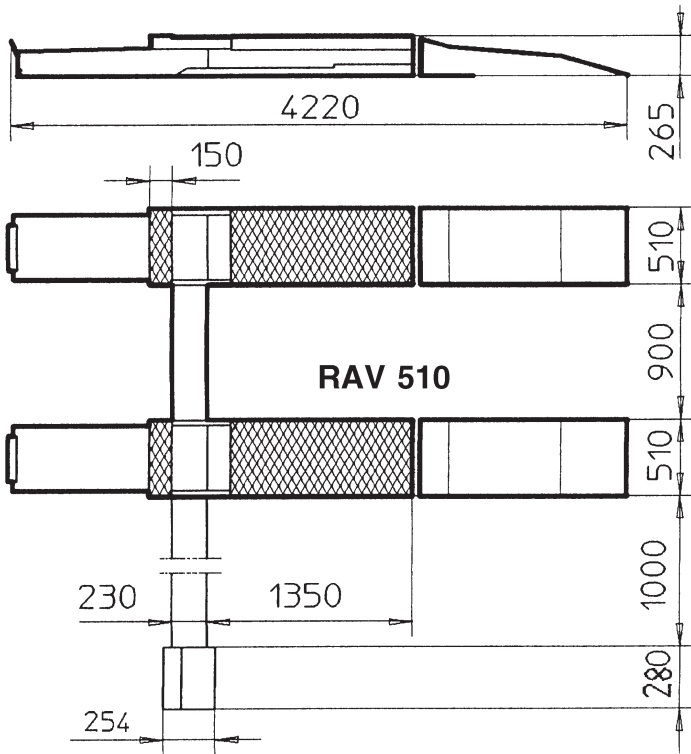
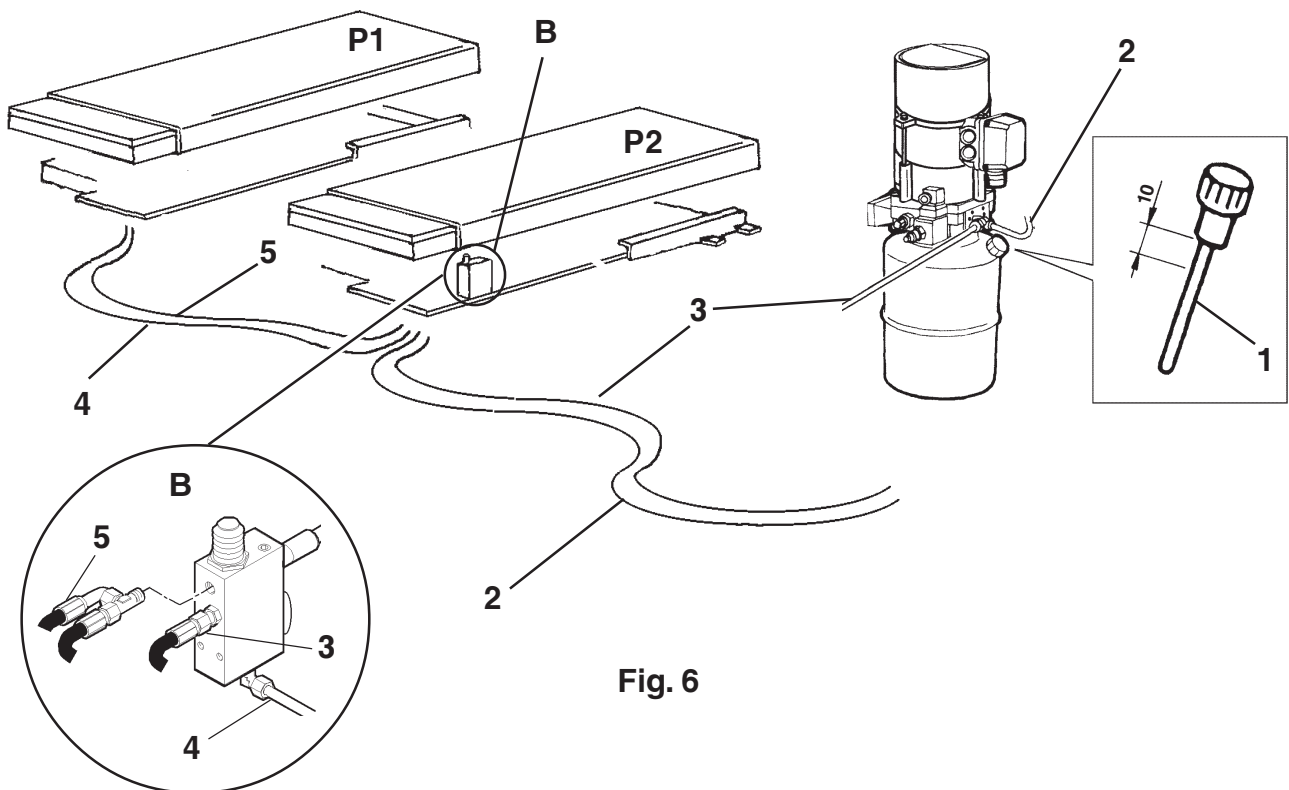

Fig. 4
Fig. 6
Posizionare le pedane e il mobiletto di comando (vedi Fig. 4) alla giusta distanza fra loro tenendo presente che la pedana P2 è quella in cui è montato nella base il blocco della valvola di riallineamento indicato con (B) nella Fig.6. Togliere il mobile (1) dal supporto centralina così da rendere visibili ed agibili i punti di attacco dei tubi.
Position the footboards and the control unit (Fig.4) the right distance apart, bearing in mind that the footboard P2 is the one fitted with the block of the alignment valve shown as (B) in Fig.6. Remove the unit (1) from the control unit support so that the tubing attachment points are visible and easily accessible.
Die Fahrschienen und den Schaltschrank (siehe Abb. 4) in der untereinander richtigen Entfernung positionieren und dabei berücksichtigen, dass der Block des Ausgleichsventils, gekennzeichnet mit (B) in der Abb. 6 im Grundrahmen der Fahrschiene P2 montiert ist. Das Gehäuse (1) vom Schaltschrankgestell entfernen, damit die Leitungsanschlussstellen gut ersichtlich und leicht zugänglich sind.
Positionner les chemins de roulement et l'unité de commande (voir Fig. 4) en les maintenant à la juste distance et en tenant compte du fait que le chemin de roulement P2 est celui dont la base est équipée de la vanne de réaligement indiquée par la lettre B sur la Fig. 6. Retirer le meuble (1) du support de la centrale pour que les points d'attache des tuyaux soient visibles et accessibles.
Colocar las plataformas y el mueble de mandos (como indica la Figura 4) a la distancia correspondiente entre ellas teniendo en cuenta que en la base de la plataforma P2 está montado el bloque de la válvula de realineación indicado con (B) en la Fig.6. Quitar el mueble 1 del soporte de la caja de control de manera que estén a la vista y sean accesibles los puntos de conexión de los tubos.
Estrarre da sotto la pedana (P2) i due tubi indicati con (2) e (3), togliere i rispettivi tappi e collegarli alla centralina come si vede in Fig.6. Sostituire nella centralina idraulica il tappo con il tappo-asta di livello (7). Verificare che il livello dell'olio sia circa a 10 mm dal tappo stesso.
Remove the two tubes (2) and (3) from beneath the footboard (P2), remove the caps and connect them to the control unit as shown in Fig.6. Replace the cap with the level test cap (7) in the hydraulic control unit. Check that the oil level is about 10 mm from the cap.
Die zwei mit (2) und (3) gekennzeichneten Leitungen unter der Fahrschiene P2 herausziehen, die entsprechenden Pfropfen entfernen und die Leitungen gemäss Abb. 6 an den Schaltschrank anschliessen. Im Schaltschrank den Pfropfen mit der Ölstandschaube (7) ersetzen. Sicherstellen, dass der Ölstand auf ca. 10 mm von der Ölstandschaube liegt.
Extraire les deux tuyaux marqués (2) et (3) situés sous le chemin de roulement P2, les libérer de leurs bouchons respectifs et les relier à la centrale comme indiqué à la Fig. 6. Dans la centrale hydraulique, remplacer le bouchon par le bouchon-jauge (7). Vérifier que le niveau de l'huile se trouve à une distance approximative de 10 mm du bouchon.
Extraer los dos tubos indicados con (2) y (3) de debajo de la tarima (P2), quitar los tapones y conectarlos a la central como se ve en la Fig.6. Cambiar en la central hidráulica el tapón con el tapón-varilla de nivel (7). Comprobar que el nivel de aceite esté a unos 10 mm de dicho tapón. La instalación eléctrica está preajustada para una tensión correspondiente a la que indica la placa del número de matrícula.